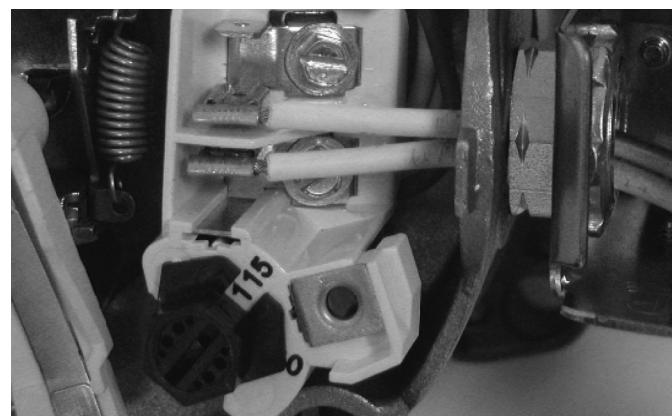

Figura 11: Voltaje configurado a 115 voltios, tipo dial
2. Gire el dial en sentido antihorario hasta que se muestre 115 en la ventana del dial, como se muestra en la Figura 11.